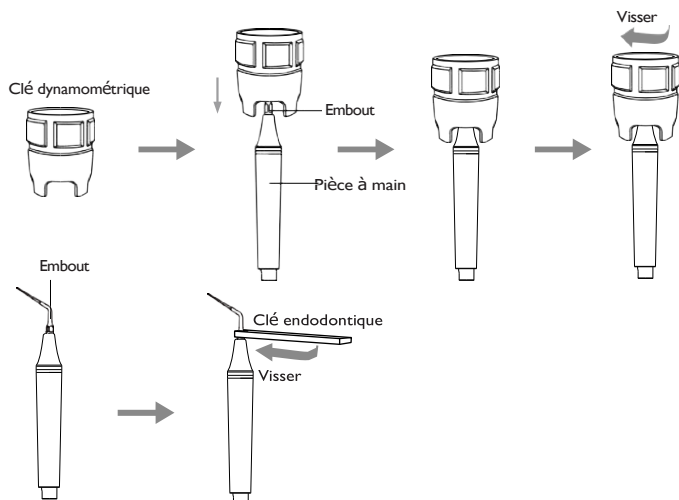

Figure 4
3.2 Mode d'emploi de la clé dynamométrique (voir figure 4)
- a) Sélectionnez une pointe appropriée et serrez-la sur la pièce à main à l'aide d'une clé dynamométrique (voir figure 4).
- b) Installation de l'embout : tenez fermement la pièce à main et utilisez la clé dynamométrique pour faire tourner l'embout dans le sens indiqué à la figure 4 jusqu'à ce qu'il cesse de tourner, puis continuez à tourner d'un tour afin que l'embout soit installé.
L'embout est desserré.	Serrez l'embout (voir Figure 4).